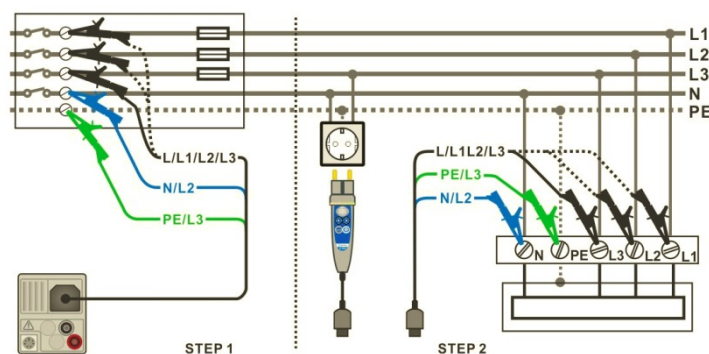

Abbildung 7.45: Messung von Spannungsfall – mit Commander-Prüfstecker und der 3-Leiter-Messleitung
- › Schließen Sie die Prüfleitungen am Prüfling an., siehe Abbildung 7.45.